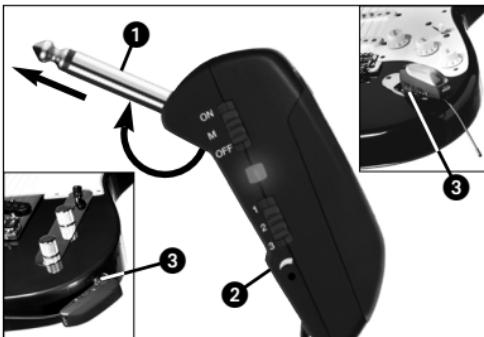

Fig. 3: Come fissare il trasmettore
4.1 Come fissare il trasmettore (vedi fig. 3)